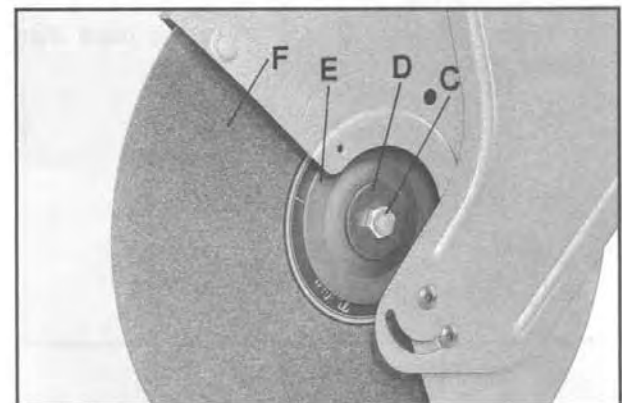

Fig. 23
4. Die Blattschraube (C, Fig. 23) mit einem geeignetem Schlüssel im Uhrzeiger-Drehsinn lösen. Die Scheibe (D) und den Blattflansch (E) entfernen. Die Trennscheibe (F) entfernen.